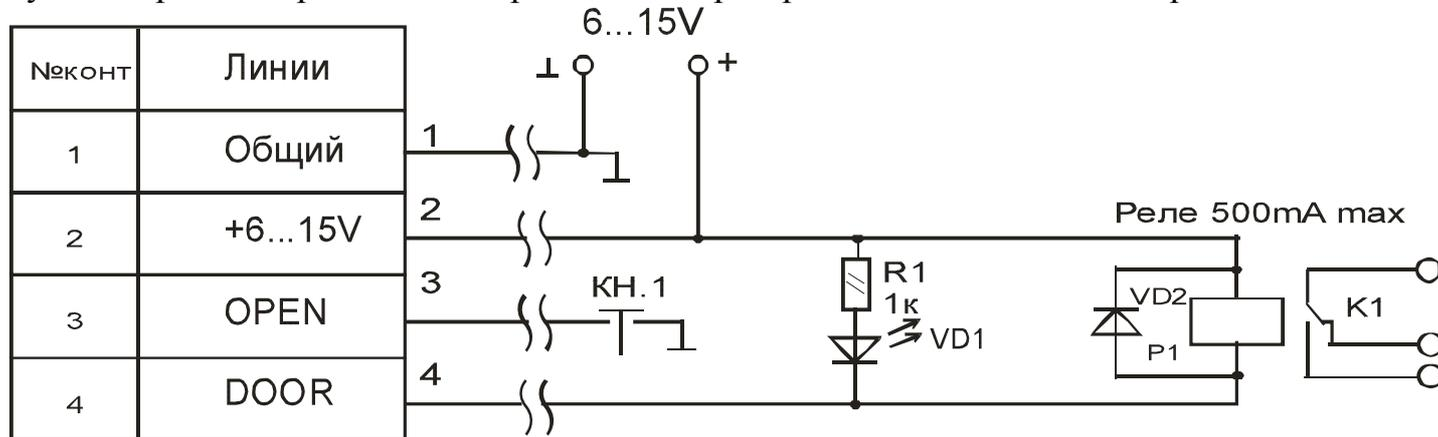

Рис. 1
Установленный замок в дверь, раму или другое устройство, управляется через разъём внешнего подключения. Пример подключения указан на схеме рис. 1. **В случае подключения замка с ручками “RIFF” подключение производить согласно инструкции по установке и монтажу многофункционального электронно-кодового моторного замка со скрытым набором кода Модель «RIFF-01»**
- Подключить разъём внешних подключений согласно рис. 1 и рис. 4.